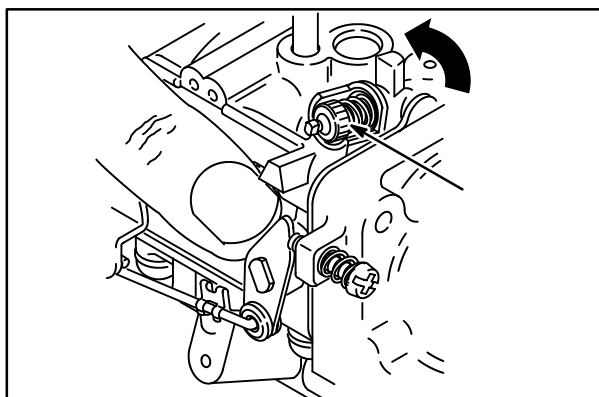

Fig. 20
5. Depois, gire o parafuso da mistura sem carga (3) no SENTIDO ANTI-HORÁRIO a 3/8 de volta, Fig. 20.